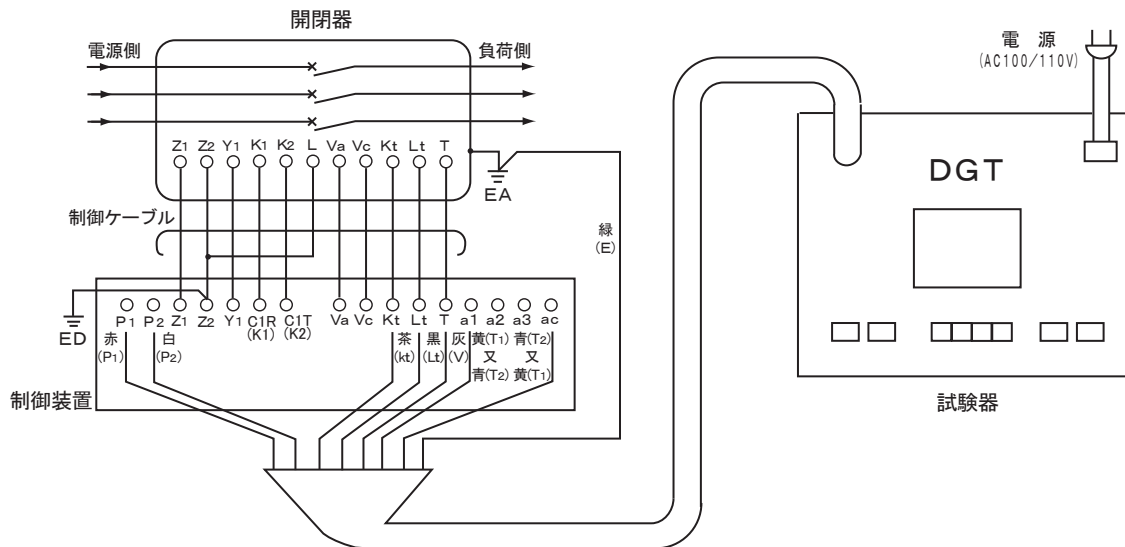

図14 戸上電機製作所製(DGT)によるテスト回路の一例
①制御装置試験項目の管理値は表3のとおりです。
②図14～16の試験回路は制御装置だけの地絡動作時間測定となります。